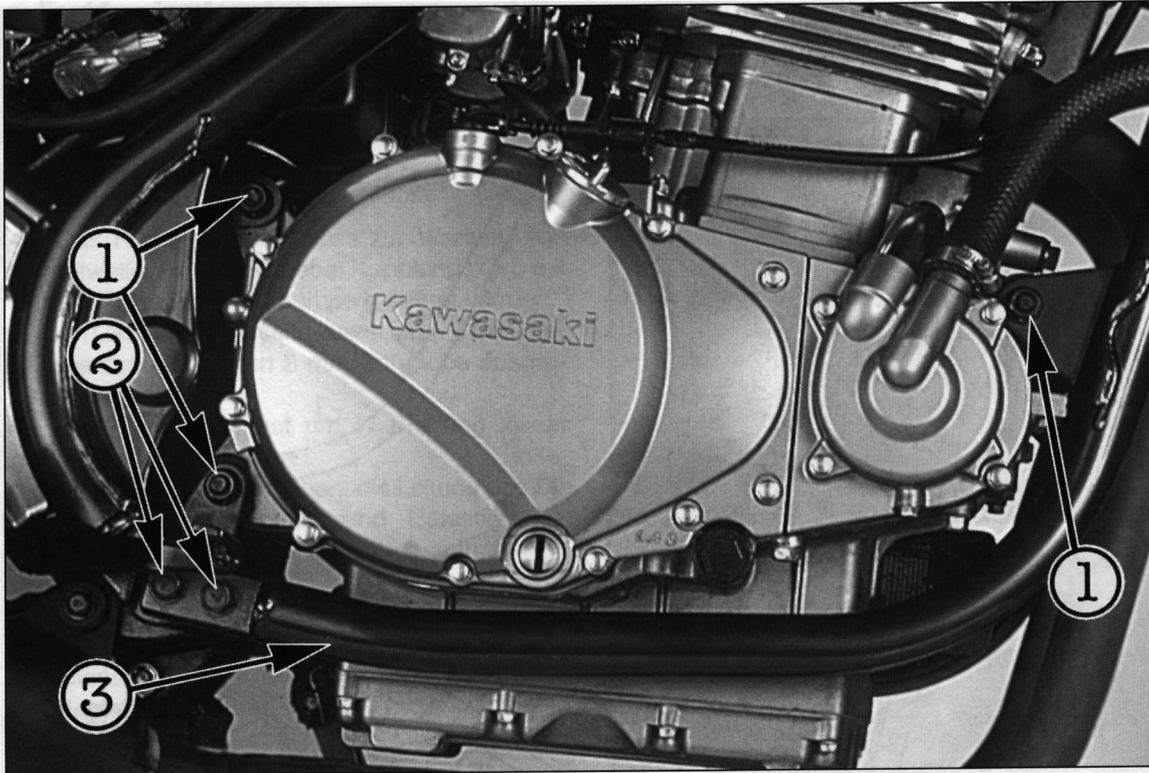

Bild 210
- Motorbefestigungsschrauben ① Bild 210 und Befestigungsschrauben ② des Rahmenunterzugs ausdrehen und Rahmenunterzug ③ abnehmen.